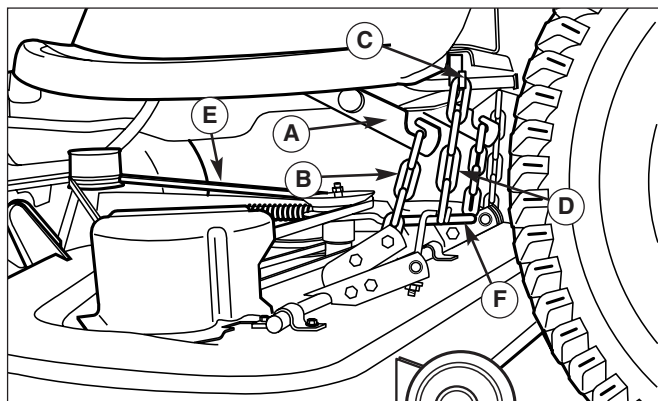
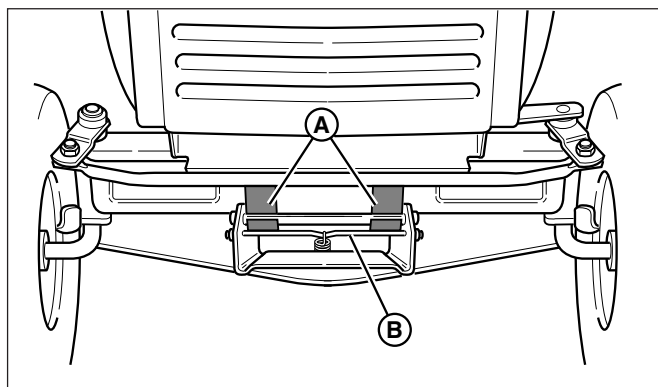

Figure 18. Relevage de tondeuse
Figure 19. Attelage de la tondeuse
4. Déconnecter le crochet extérieure (D, Figure 18) de la patère (C). Refaire la même chose de l'autre côté.
6. Déconnecter la chaîne de levage (A) de la patère (C). Refaire la même chose de l'autre côté.
7. Diriger les roues tout droit. Tirer sur le levier à ressort (B, figure 19) et dégager l'attelage de la tondeuse du support d'attelage du tracteur (A).
2. Mettre la tondeuse en position de coupe la plus basse à l'aide du dispositif de réglage de hauteur de coupe. Glisser la tondeuse sous le côté droit du tracteur de façon à ce que l'attelage de la tondeuse s'aligne sur l'attelage avant du tracteur (A, figure 19).
4. Connecter les chaînes de levage (B, Figure 18) aux crochets de levage du tracteur (A).
6. Connecter les chaînes extérieures (D, Figure 18) à la patère (C).
7. Voir la figure 18. En partant du côté gauche du tracteur, utiliser le bras de tension (D) pour relâcher la tension de la courroie. Installer la courroie (C) sur la poulie de la PDF.